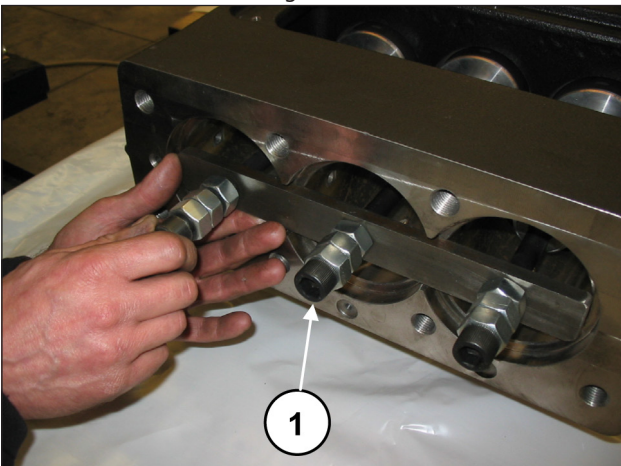
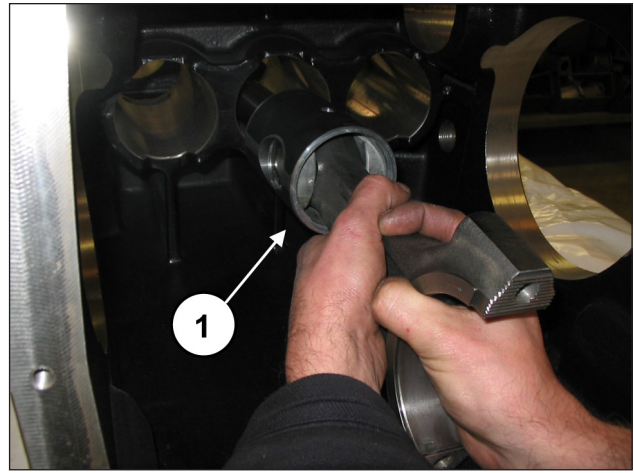
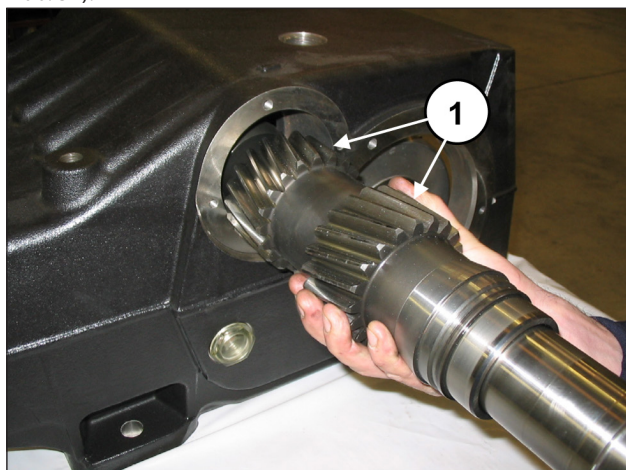

Abb. 41
Abb. 42
Abb. 56
Drehen Sie die Schrauben des Werkzeugs Art. 27566200 zum Lösen der Pleuelstangen ab (Pos. ①, Abb. 41) und ziehen Sie anschließend die Baugruppe Pleuelstange-Kolbenführung von der hinteren Gehäuseöffnung heraus (Pos. ①, Abb. 42).
Nachdem Sie das Gehäuse auf perfekte Sauberkeit überprüft haben, setzen Sie die Baugruppe Pleuellhälfte-Kolbenführung in die Buchsen des Gehäuses ein (Pos. ①, Abb. 42).
Arretieren Sie die drei Baugruppen mit dem entsprechenden Werkzeug Art. 27566200 (Pos. ①, Abb. 41).
Entfernen Sie das Werkzeug zur Sicherung der Pleuelstangen Art. 27566200 (Pos. ①, Abb. 41) und schieben Sie die Pleuelstangen bis auf Anschlag mit der Kurbelwelle zurück. Bauen Sie die vormontierte Zapfwelle in das Gehäuse ein (Pos. ①, Abb. 56), u.z. auf der entgegengesetzten Seite zum vorab montieren Außenring des Lagers und zur Schmierbuchse der Lager.
Achten Sie beim Einschieben der Zapfwelle in das Gehäuse auf die Ausrichtung der Verzahnung lt. Abb. 56.